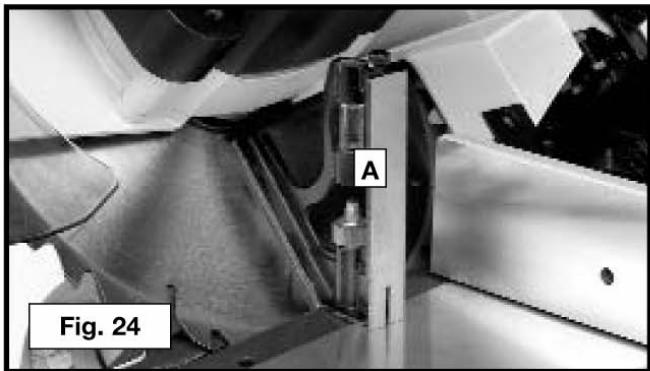

Fig. 24
5. Use um esquadro combinado (A) Fig. 24 para ver se a lâmina está em um ângulo de 45° em relação à bancada.